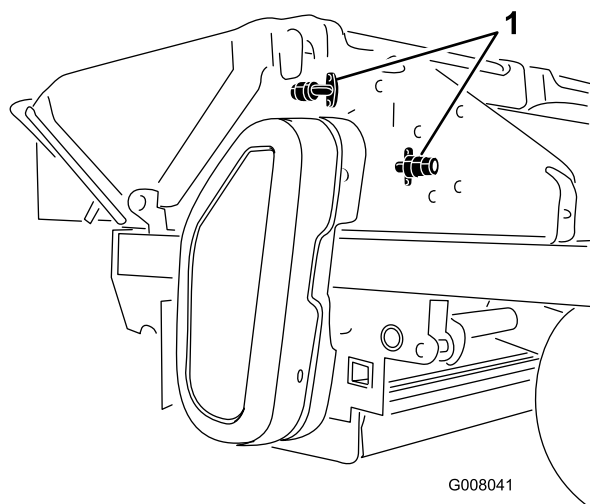

Figure 36
1. Lorsque vous avez terminé, utilisez les raccords de lavage (Figure 36) ou aspergez la zone de hachage.